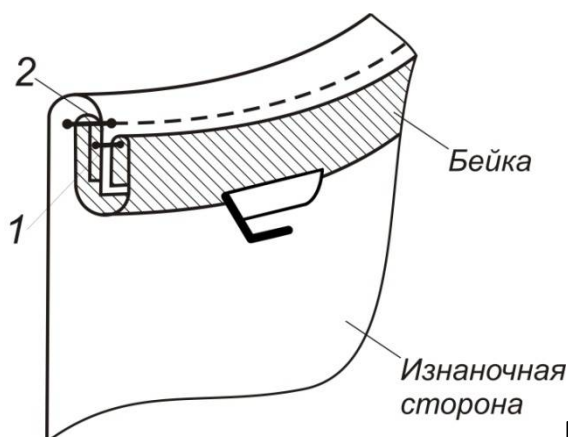

Рис.1
2. В полученных деталях обработайте верхний срез (соответствующий нижней части проймы) косой бейкой шириной 1,5 см, выкроенной под углом 45° к нити основы. Для этого окантовывают срез проймы окантовочным швом с закрытым срезом (Рис.1, строчки 1 и 2), затем заутюживают (с кантом из проймы) обработанный край на изнаночную сторону изделия. Закрепляют окантовку по краям и у бокового шва (ручными стежками или короткой машинной строчкой).